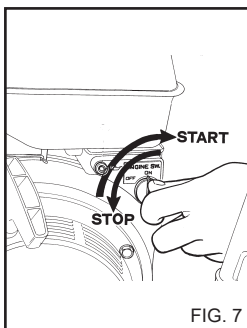

FIG. 7
a) Plaats de motorschakelaar in de stand OFF. (fig. 7)
3) Plaats de motorschakelaar in de stand ON (fig. 7).